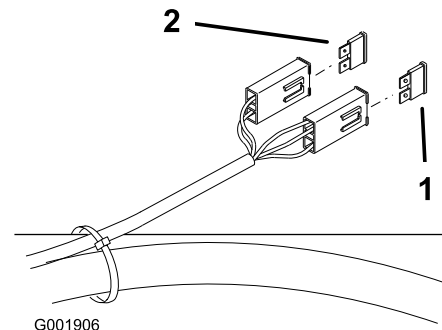

Figure 52
2. Pour remplacer un fusible, tirez dessus pour l'enlever (Figure 52).